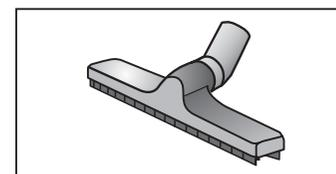

Fig. 16
**CEPILLO ASPIRA LÍQUIDOS (Fig. 16)**